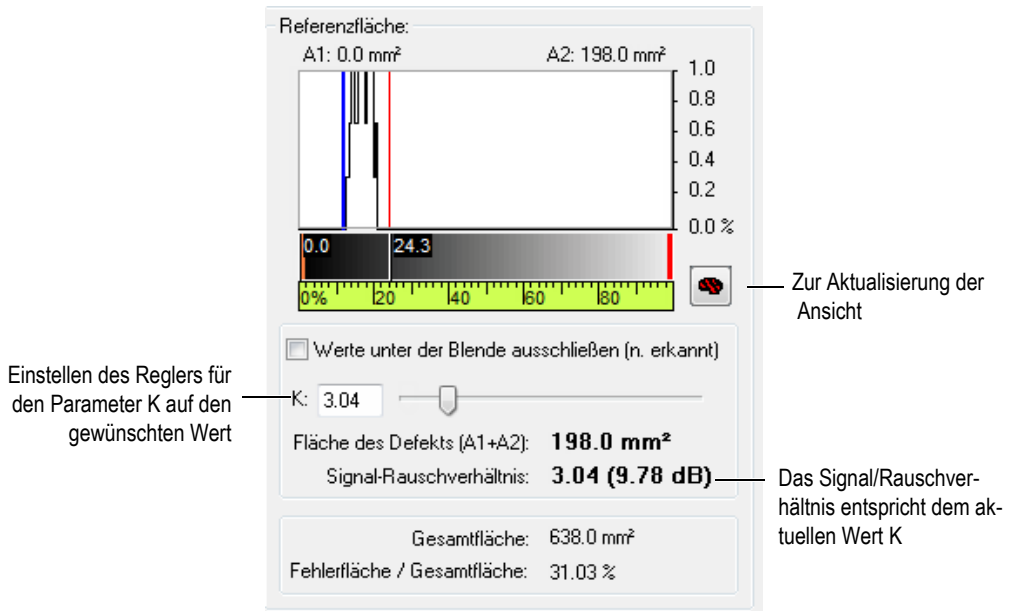

Abbildung 7-32 Einstellen des K Werts
6. Im Dialogfeld **Analyse des Signals/Rauschverhältnisses** (siehe Abbildung 7-32 auf Seite 392), hängt das Signal/Rauschverhältnis vom Wert des Reglers des Parameters **K** ab: